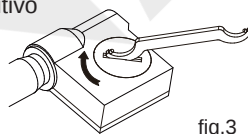

fig.3
- Rimettere il coperchio della batteria e ruotarlo in senso orario per fissarlo (fig. 3).